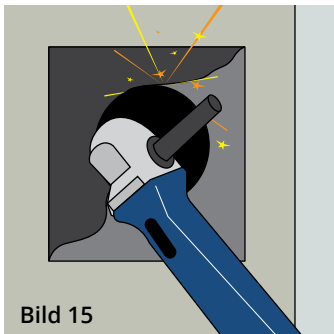

Bild 15
- Eine vorhandene Lackierung oder Verzinkung ist im Schweißbereich örtlich zu entfernen/blank zu schleifen (Bild 15).